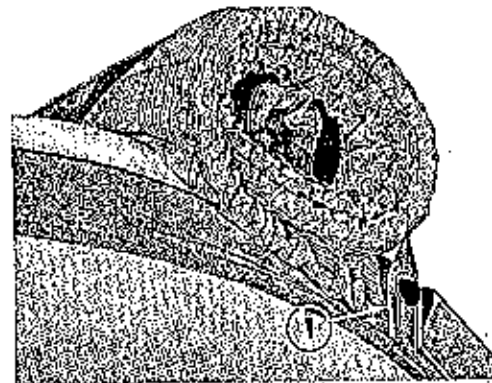

Abb. 28 - Ganzöffnung des Rollverdecks
- Abb. 28 und 29: Das aufgerollte Verdeck mit den Spannbändern und Druckknöpfen befestigen.